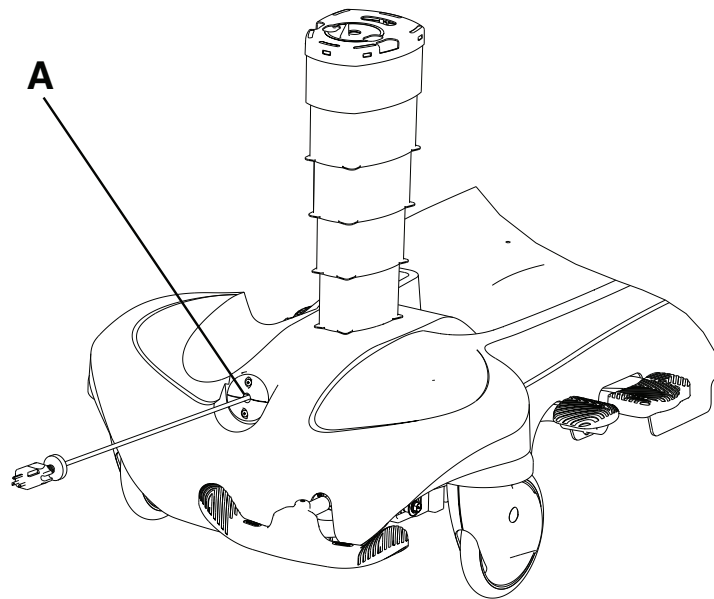

Figura 18 – Tambur de cablu retractabil
Pentru a extinde cablul de alimentare, trageți cablul în afară de pe tamburul de cablu retractabil (A) la lungimea dorită (Figura 18).